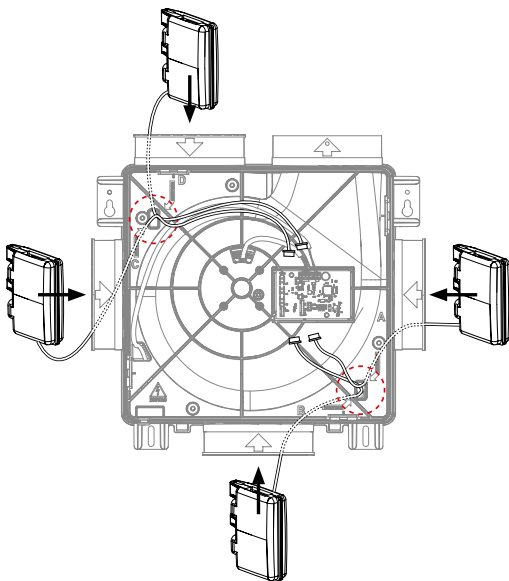

Figure 15 : quatre options pour le câblage d'un maximum d'un Capteur intégré CO₂ au circuit imprimé
4. Faites passer le câble du Capteur intégré CO₂ par l'ouverture à l'intérieur du caisson à hauteur de la bouche de connexion correspondante. Passez ensuite le câble du Capteur intégré CO₂ à travers l'ouverture correspondante (marquée 'sensor cable') de la plaque support moteur selon le schéma ci-dessous en "Figure 15 : quatre options pour le câblage d'un maximum d'un Capteur intégré CO₂ au circuit imprimé" à la page 10 : quatre possibilités de câblage pour un maximum de 1 Capteur intégré CO₂ au circuit imprimé.
7. Montez le couvercle correctement sur l'appareil. Assurez-vous que l'encoche du couvercle se trouve au-dessus de l'ouverture du câble d'alimentation (Figure 15 : Notez l'encoche du couvercle). Revissez le couvercle et fermez avec la plaque de couverture.